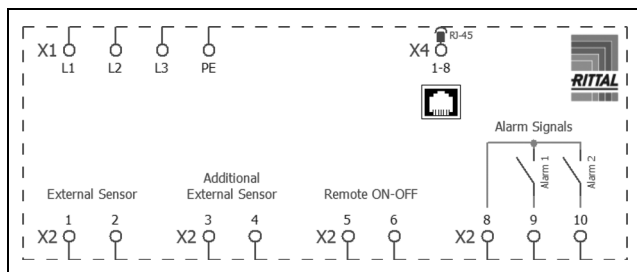

Fig. 32: Schema elettrico
- Prendere il connettore di rete fornito in dotazione e realizzare il collegamento in base al relativo schema elettrico (fig. 32).